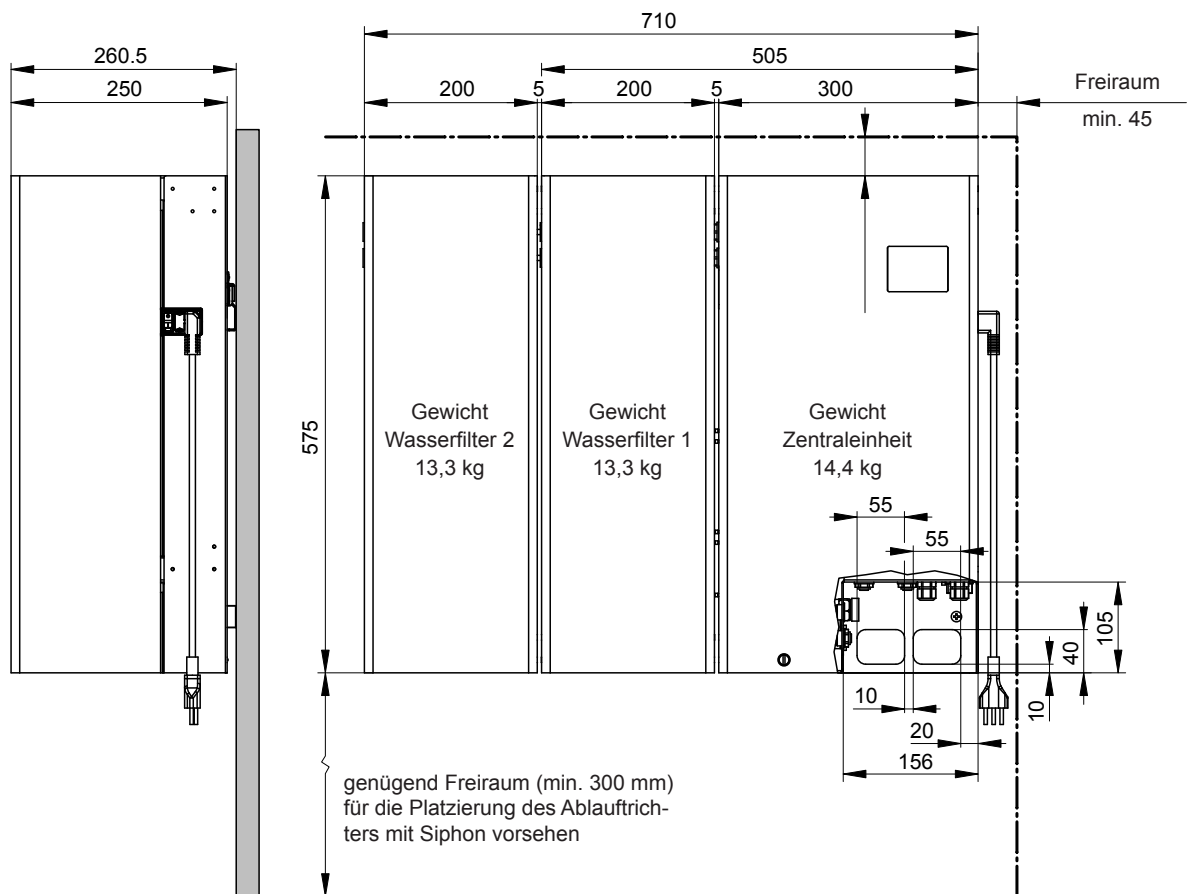

Abb. 8: Abmessungen Zentraleinheit und Wasserfilter (Masse in mm)
- Im Raum muss eine genügend grosse freie Wandfläche für die Montage der Zentraleinheit und des/der Wasserfilter(s) vorhanden sein (siehe Abb. 8).
Wichtig: Die Wand an der die Zentraleinheit und der/die Wasserfilter montiert werden, muss eine ausreichende Tragfähigkeit aufweisen (siehe Gewichtsangaben in Abb. 8) und für die Befestigung geeignet sein.